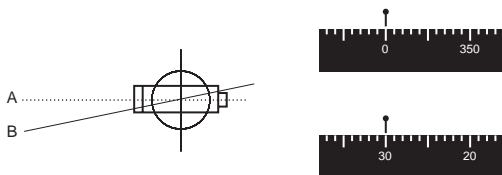

Fig. 4
- ① Montez et mettez à niveau l'appareil exactement au-dessus du point avec le fil à plomb.
- ② Alignez le point A, placez le cercle de façon à lire 0.
- ③ Tournez la lunette, alignez le point B, lisez le cercle. La lecture indique l'angle horizontal entre A et B (voir figure 4).